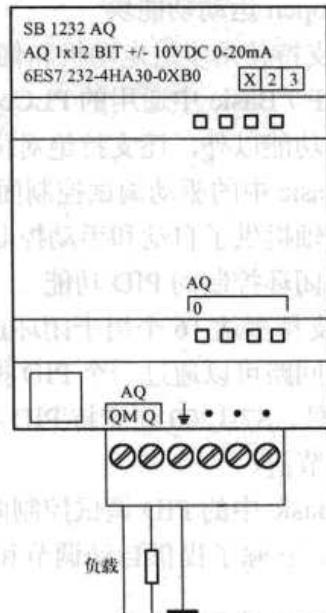

图 2-5 1AO 信号板
2) SB 1232 模拟量输出信号板如图 2-5 所示。其输出分辨率为 12 位的 -10~+10V 电压，负载阻抗大于等于  $1000\Omega$ ；或输出分辨率为 11 位的 0~20mA 电流信号，负载阻抗小于等于  $600\Omega$ ，不需要附加的放大器。25°C 满量程的最大误差为  $\pm 0.5\%$ ，0~55°C 满量程的最大误差为  $\pm 1.0\%$ 。有超上限/超下限、电压模式对地短路和电流模式断线的诊断功能。